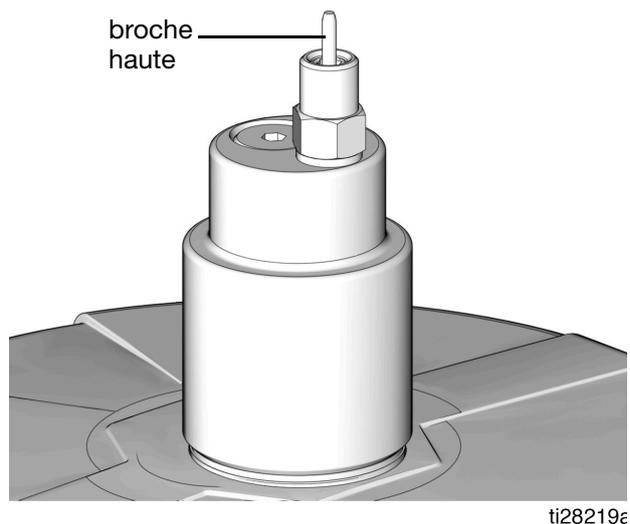

FIG. 29
2. Raccorder le flexible d'alimentation (J) au branchement rapide (V).
3. Démarrer la pompe de la station de remplissage distante (F) et remplir le réservoir de la G3 (D) jusqu'à ce que la broche sur la vanne de remplissage automatique soit poussée vers le haut, comme indiqué à la FIG. 29. La pression s'accumule dans la pompe de remplissage (F) et celle-ci cale.